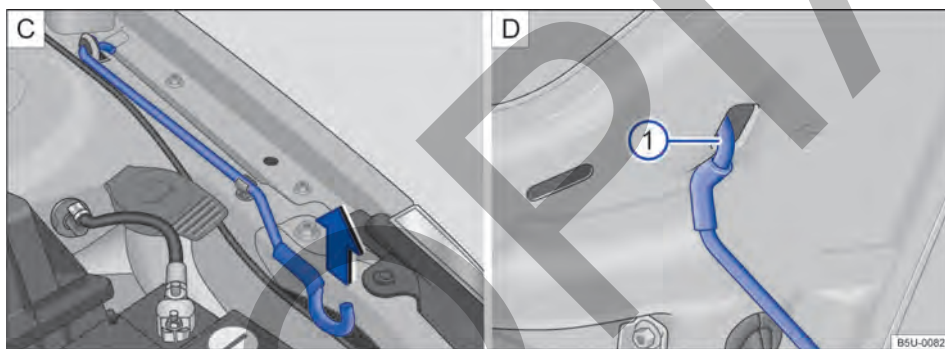

Fig. 128 [C] Varilla de sujeción de la tapa del compartimento del motor. [D] Tapa del compartimento del motor apoyada en la varilla de sujeción.
- Retirar la varilla de sujeción del soporte en el sentido de la flecha → fig. 128 [C] y colocarla en la abertura de la tapa del compartimento del motor → fig. 128 ① [D].
- Retirar la varilla de sujeción del orificio → fig. 128 ① [D] y encajarla en el soporte del cierre → fig. 128 [C].